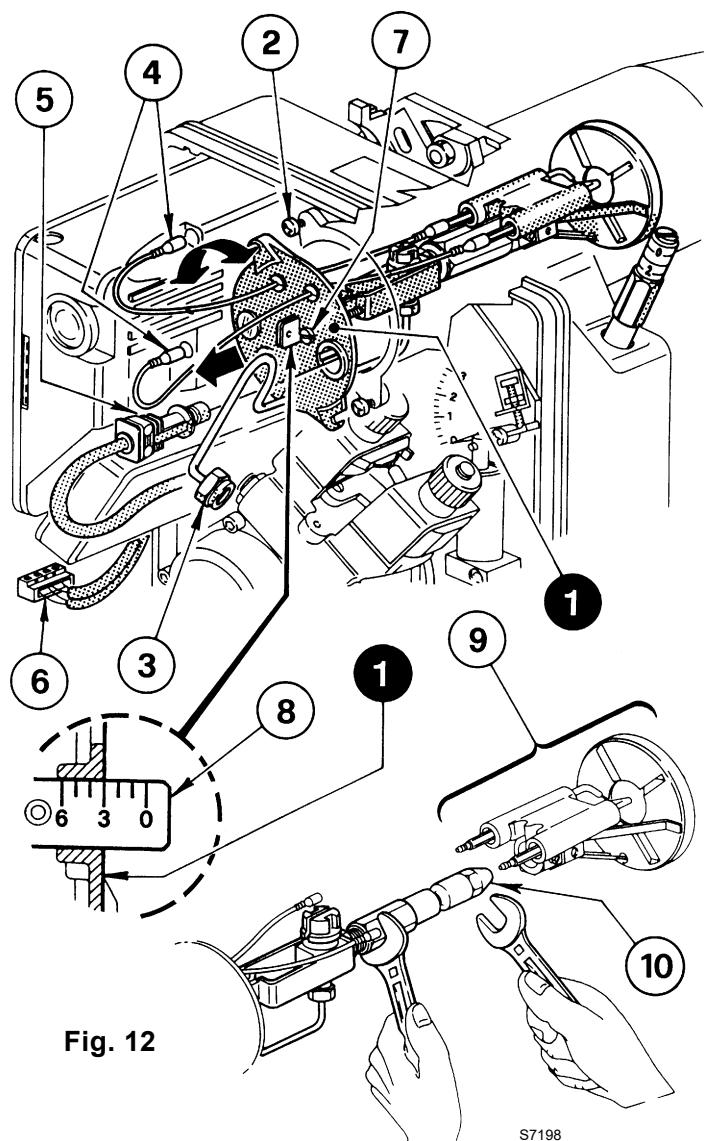

Fig. 12
B Fig. 12 – Enlever la ligne porte gicleur (1) après avoir desserré les vis (2), dévissé l'écrou (3), débranché les câbles (4) de la boîte de contrôle, la capteur flamme (5) et la prise (6).
2 REGLAGE TETE DE COMBUSTION (voir Fig. 12)